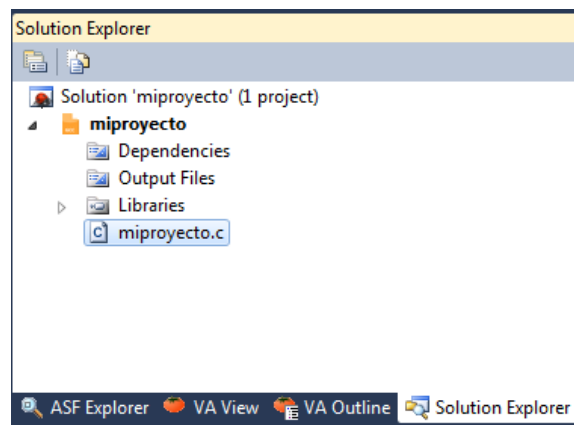

Figura 37 Solution Explorer
8. Al lado derecho de la ventana, en el *Solution Explorer* dentro de la carpeta “miproyecto” se encuentra el archivo `miproyecto.c` . Presionar dos veces sobre este archivo para abrirlo. En este archivo se escribirá el programa. Figura 37